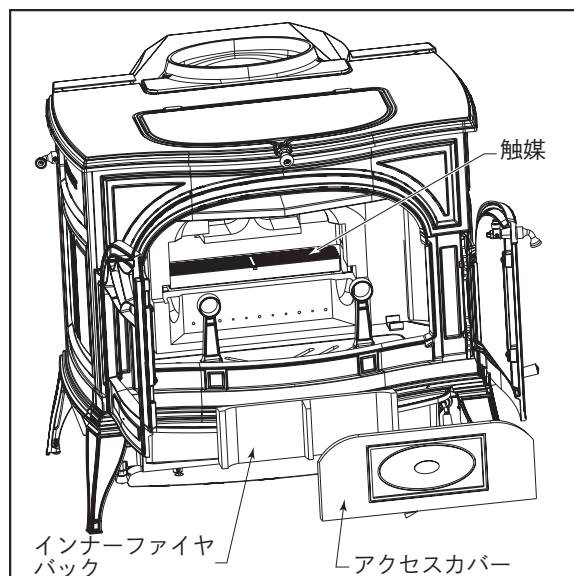

図 28 触媒コンバスターの点検
- ・ 燃焼室の背部に溜まった灰を掃除します。この作業は、煙突を年に1度掃除するときと同時に行ってください。鏡などを使用し、燃焼室の後ろの煙が通る箇所を点検し、そこに掃除機のホースをさしこんで、灰を吸い取ります。(図28)